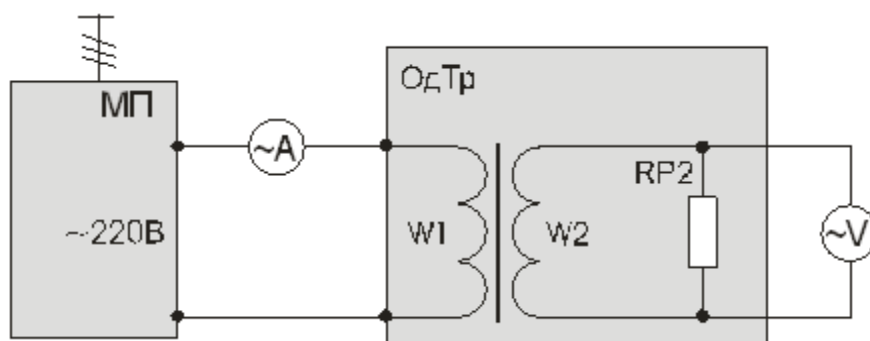

Рисунок 7.2 – Схема для снятия внешней характеристики трансформатора
7.2.2 Перед проведением работы необходимо привести модули схемы (рисунок 7.2) в исходное состояние. Для этого при выключенном